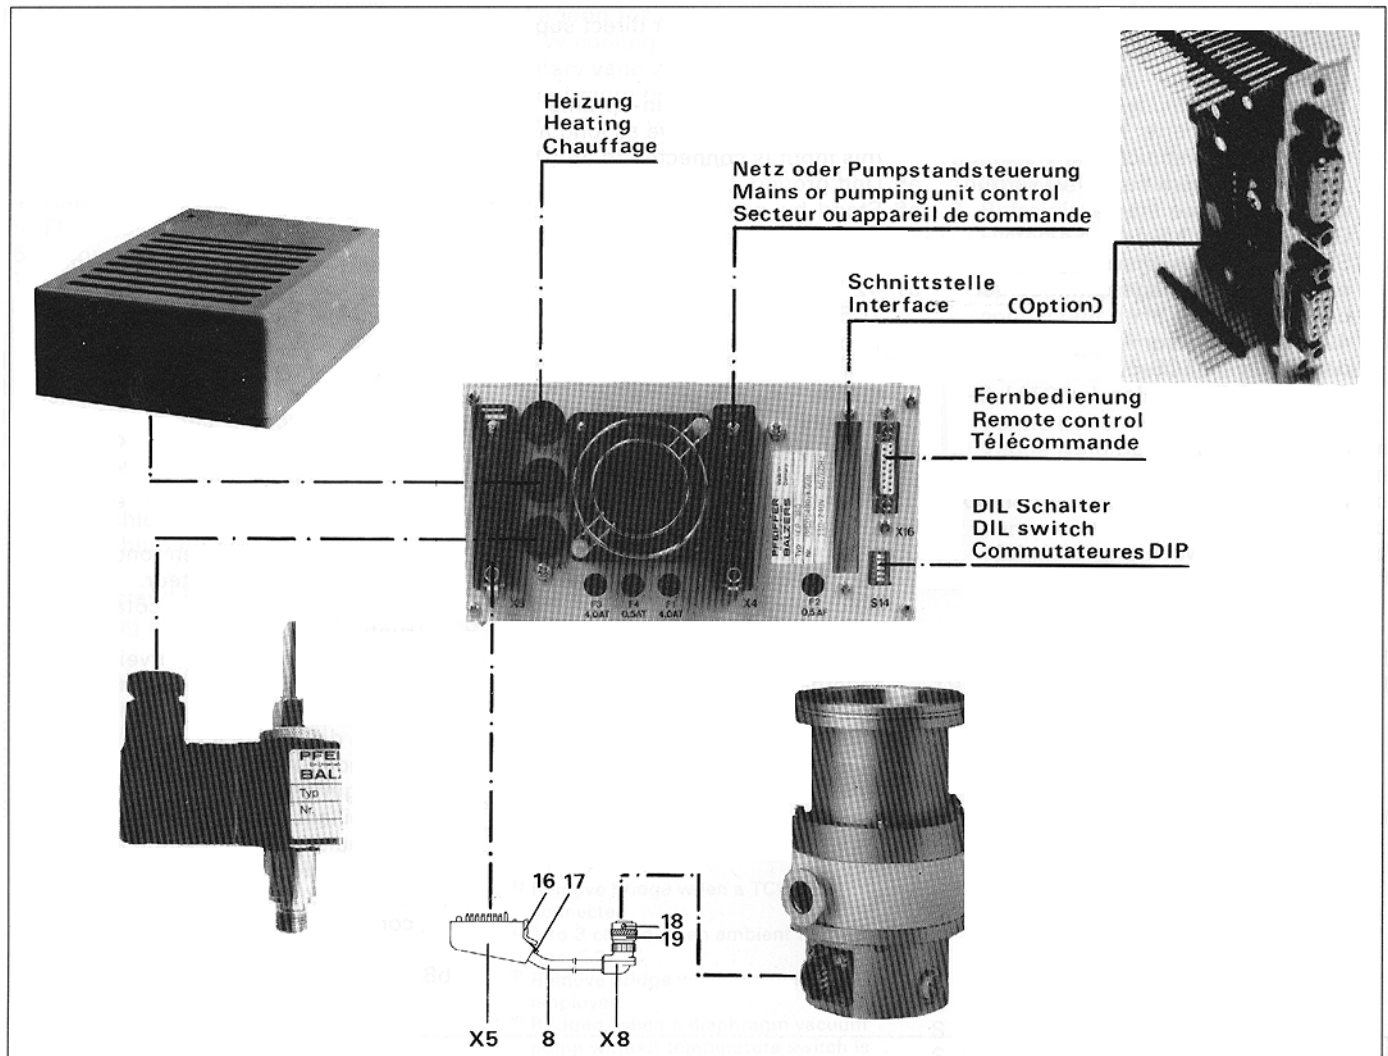

Fig. 6
- Anschluß an der TCP Steckverbindung X5, an der Turbopumpe Steckverbindung X8, Fig. 6.
- Connection to TCP connector X5, at turbo pump connector X8, Fig. 6.